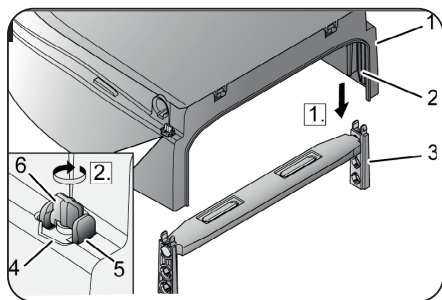

Abb. 7
1. Setzen Sie den Körper (1, Abb. 7) der Toilettensitzerhöhung so auf das Toilettensitzerhöhungskörper, dass die Höhenstützen (3, Abb. 7) in die Führungen (2, Abb. 7) am Körper gleiten.
2. Drücken Sie den Körper nach unten, bis die Höhenstützen einrasten. Sie müssen anschließend die grauen Rastnasen (5, Abb. 7) in der Öffnung (4, Abb. 7) am Körper sehen können.
3. Drehen Sie die rote Verriegelung (6, Abb. 7) um 90°. Die Rastnasen werden dadurch gesichert. Drehen Sie dabei die linke Verriegelung im Uhrzeigersinn und die rechte Verriegelung entgegen dem Uhrzeigersinn.